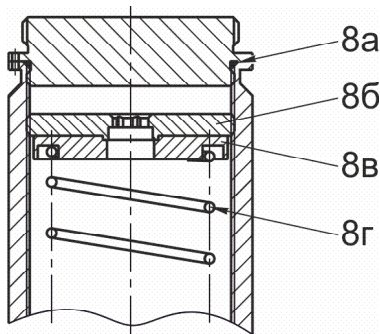

Рис. 8
4.4 Замена пружины регулятора должна производиться в следующем порядке (рис. 8):